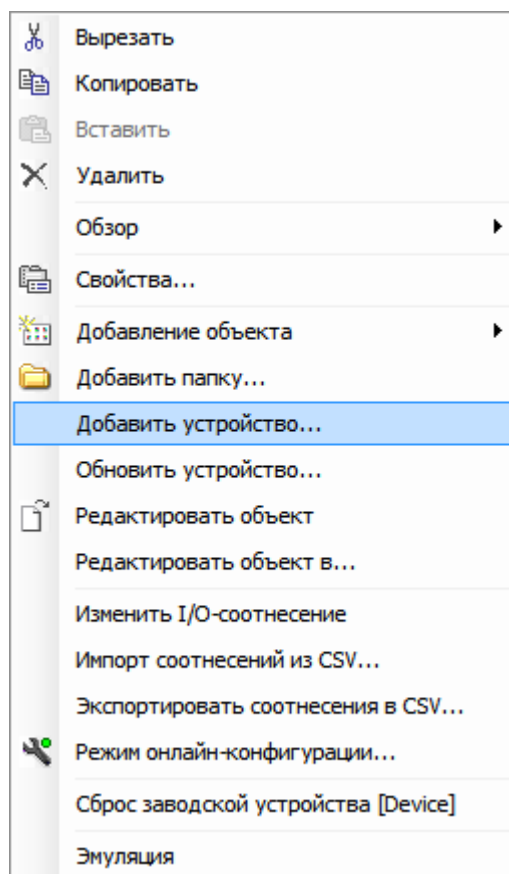

Рисунок 5.5 – Вид контекстного меню элементов дерева устройств
1. Выделить устройство *Device (ELSYMA)* в дереве устройств и выбрать команду «*Добавить устройство...*» контекстного меню (рисунок 5.5).